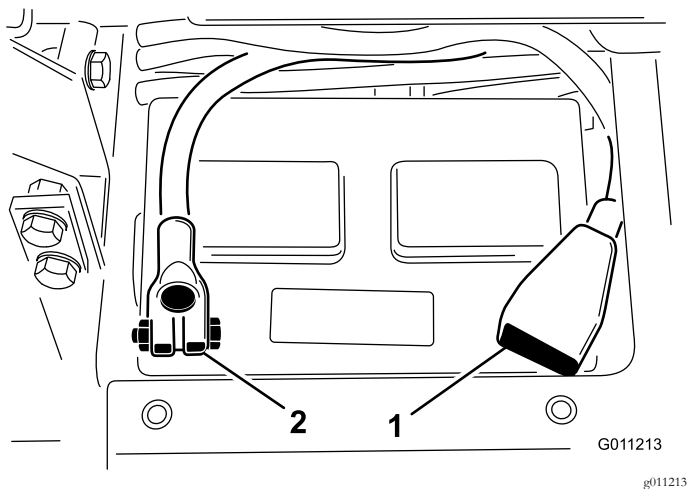

図 5
8. 赤いケーブルをバッテリーの端子に、黒いケーブルはバッテリーの端子にはめ、ボルトとナットで固定する 図 5。プラス端子が電極に十分にはまり込んでいること、ケーブルの配線に無理がないことを確認する。ケーブルとバッテリーカバーを接触させないこと。